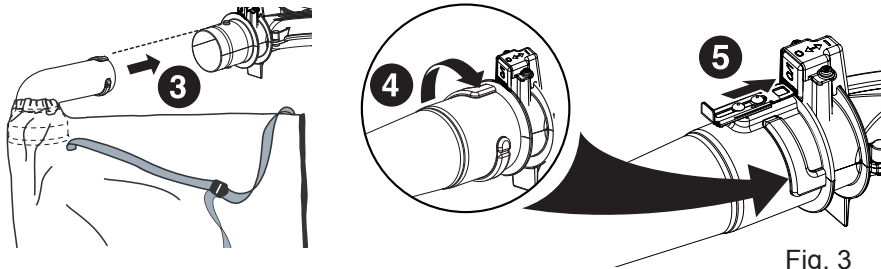

Fig. 3
3. Alignez les languettes de l'adaptateur du sac d'aspiration avec les languettes de verrouillage de la sortie du carter du souffleur; poussez l'adaptateur de sac contre le carter. Pivotez pour verrouiller, poussez le contact métallique dans la fente de l'interrupteur positif pour vous assurer que l'interrupteur est actionné et prêt à fonctionner. [Fig. 3]